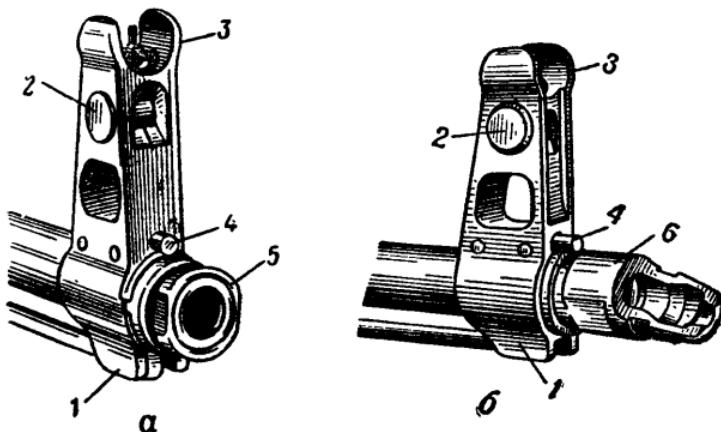

Рис. 26. Основание мушки:
**Компенсатор** (рис. 26) служит для повышения кучности боя при стрельбе очередями из неустойчивых положений (на ходу, стоя, с колена). Он имеет цилиндрическую часть для навинчивания компенсатора на ствол и выступ с косым срезом. Сзади на цилиндрической части имеется паз, в который заходит фиксатор, удерживая компенсатор на стволе в заданном положении. Внутри выступа сделана проточка, образующая компенсационную камору и буртик. После вылета пули из канала ствола пороховые газы, попадая в компенсационную камору, создают избыточное давление, которое отклоняет дульную часть автомата в сторону выступа (влево — вниз). Снаружи на выступе имеется Т-образный паз для удержания крышки пенала при чистке ствола.
**Основание мушки** (рис. 26) имеет упор для шомпола и рукоятки штыка-ножа, отверстие для полозка мушки, предохранитель мушки и фиксатор с пружиной; фиксатор удерживает от свинчивания со ствола втулку для стрельбы холостыми патронами, компенсатор и муфту ствола, а также крышку пенала от проворачивания при чистке канала ствола.